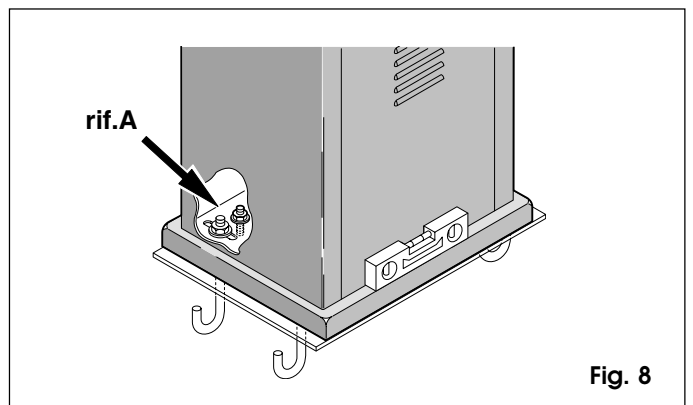
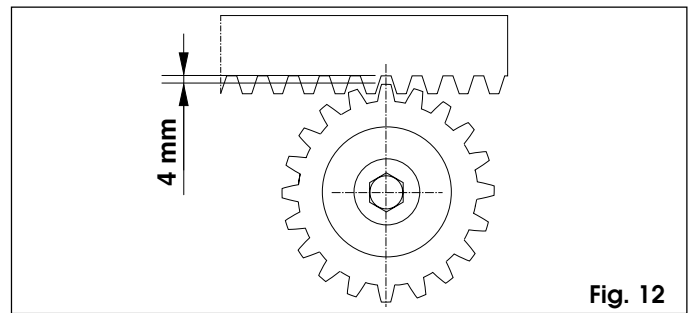

Fig. 8
Fig. 12
- 2) Introducir los tornillos de regulación en la base del motorreductor (fig. 8 ref. A).
Una vez instalada la cremallera, para garantizar el engrane correcto con el piñón, es conveniente bajar el motorreductor alrededor de 4 mm (fig. 12) registrando los tornillos de nivel (fig. 8 ref. A).